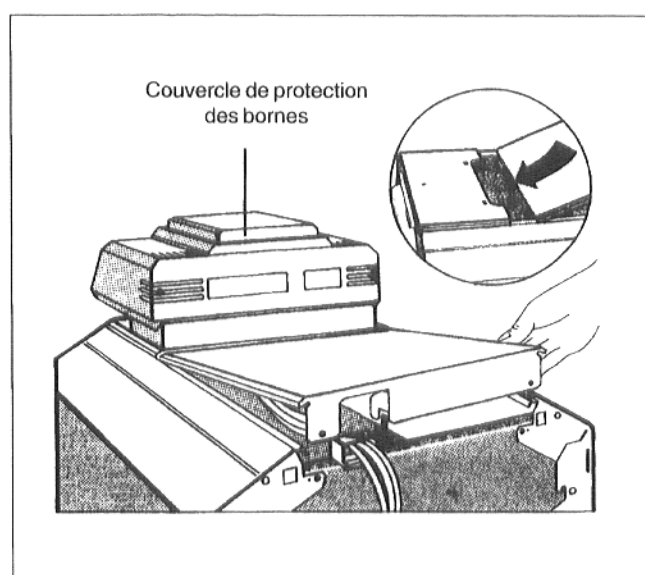

Fig. 21
Revisser la plaque de recouvrement du canal de câbles sur l'appareil de régulation (Fig. 21).
- Revisser le couvercle de protection des bornes à la régulation (Fig. 21).
- Introduire les languettes arrière du capot de la chaudière sous le capot avant de la chaudière et appuyer vers le bas (Fig. 21).